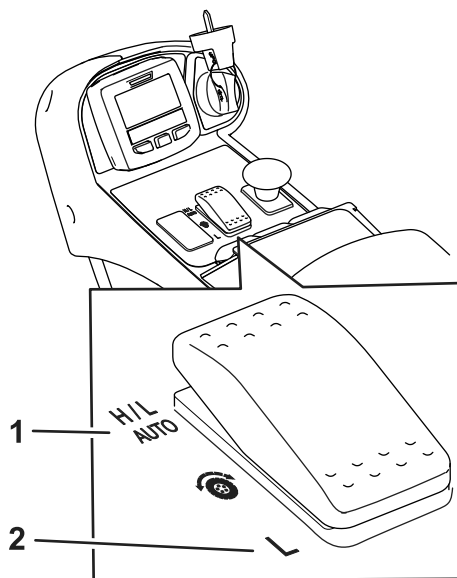
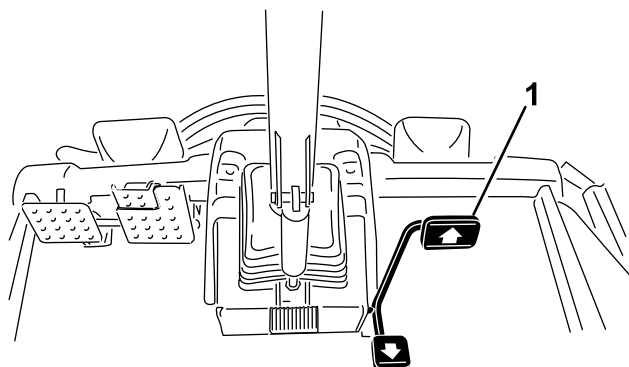

Figura 25
Figura 26
- Za normálních provozních podmínek je tento stroj určen k provozu v poloze H/L AUTO na spínači rychlostního rozsahu (Figura 25). Tato poloha umožňuje, aby stroj automaticky přepínal mezi nízkým a vysokým rychlostním rozsahem v závislosti na tom, zda stroj používáte k sekání nebo přepravě.
- Pokud na spínači rychlostního rozsahu (Figura 25) zvolíte polohu NÍZKÝ, bude stroj vždy pracovat v nízkém rychlostním rozsahu. Toto nastavení je vhodnější pro provoz v dílně, při nakládání nebo vykládání z přívěsu, jízdu do strmých svahů nebo pro jakýkoli jiný provoz, kdy není nutná vyšší pojezdová rychlost ve vysokém rychlostním rozsahu.
Tento stroj je vybaven 2 rychlostními rozsahy pojezdu, rozsahem nízké rychlosti a rozsahem vysoké rychlosti. Spínač rychlostního rozsahu umožňuje zvolit následující polohy (Figura 25):
Tato funkce umožňuje nastavit maximální rychlost stroje při sešlápnutí pedálu zcela dopředu (Figura 26). Rychlost můžete nastavit samostatně pro nízký a vysoký rozsah (Figura 25).